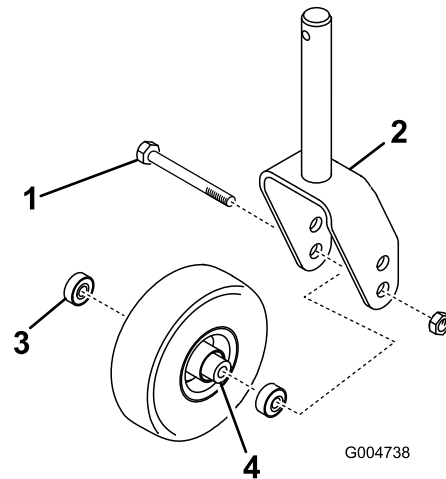

Figura 30
1. Retire la contratuerca del perno que sujeta el conjunto de la rueda giratoria en la horquilla (Figura 30). Sujete la rueda giratoria y retire el perno de la horquilla o del brazo de pivote.
2. Retire el cojinete de la rueda y deje que se caiga el suplemento del cojinete (Figura 30). Retire el cojinete del otro lado de la rueda.